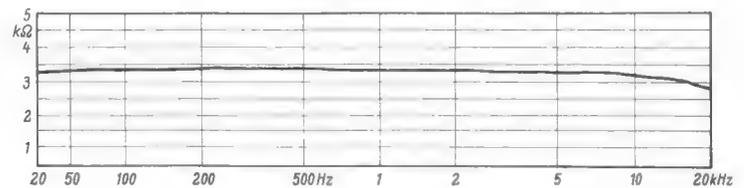
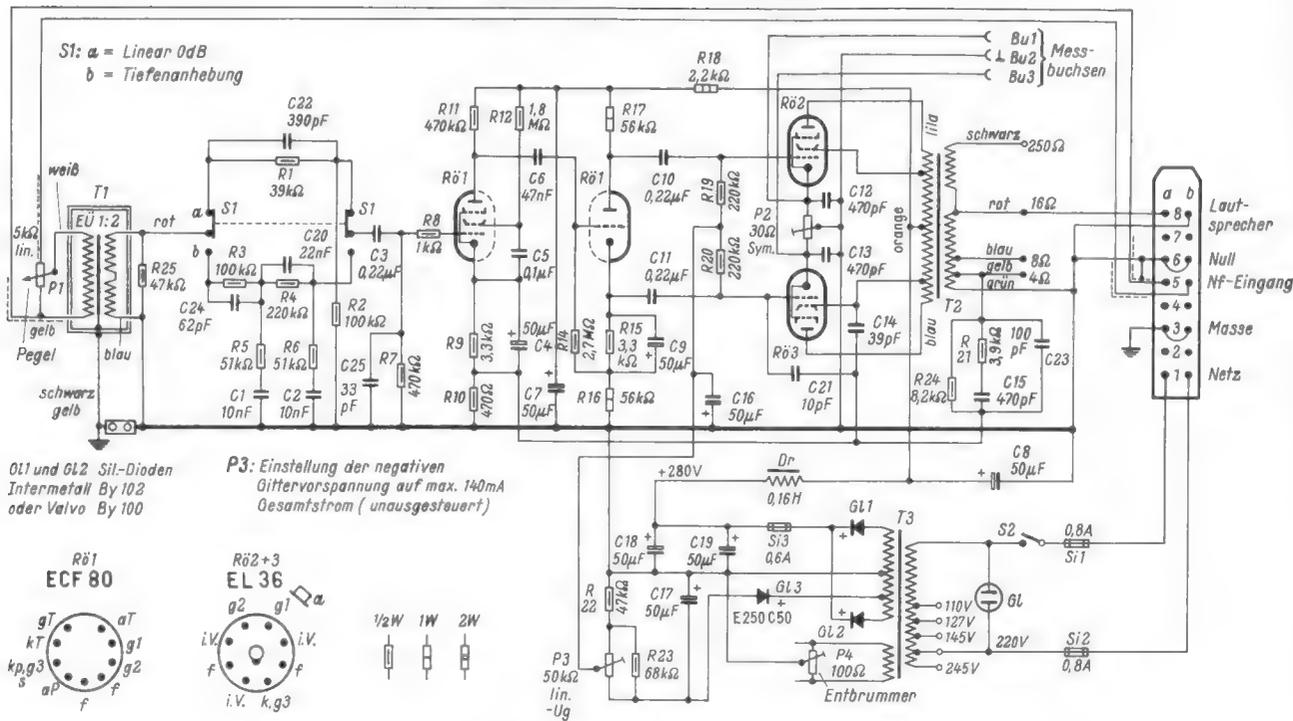

Bild 5. Verlauf des Eingangswiderstandes
Bild 8. Gesamtschaltung des Endverstärkers V 30
Bild 8. Impulsfolge, die einen Tiefpaß durchläuft. Die Konstruktion des Spannungsverlaufes erfolgt wie bei Bild 4. Im Zeitpunkt $t/T = 1,6$ ist die Spannung am Kondensator (Bild 2) noch nicht auf Null abgeklungen. Die treibende Spannung für den zweiten Ladevorgang ist: $u_i - u_c$. So berechnet sich die Amplitude für den Abszissenwert $t/T = 2$: n (für Tabelle 5 aus FtA Mth 11/2) = 2 - 1,6 = 0,4 $1 - e^{-n}$ (für $n = 0,4$) = 0,330. Dieser Wert ist mit der treibenden Spannung $u_i - u_c = 1 - 0,35 = 0,65$ zu multiplizieren und u_c hinzuzuzählen $0,330 \times 0,65 + 0,33 = 0,545$. Da bei dem Tiefpaß nach Bild 2 der Gleichstromwert mit übertragen wird, müssen die zeitlichen Mittelwerte der Impulskurve vor und hinter dem Tiefpaß im eingeschwungenen Zustand einander gleich sein. Wie Bild 8 zeigt, ist diese Bedingung erfüllt. Schon nach dem dritten Impuls sind die beiden schraffierten Flächen - oberhalb und unterhalb des Gleichstrommittelwertes einander fast gleich.
$e^{-n} = 0,905$, multipliziert mit 0,82 gibt 0,74. Man erkennt den Unterschied zu Bild 8. Bei Bild 10 wird der Gleichstromwert nicht mit übertragen. Vor dem Hochpaß schwankt die Impulskurve um den Gleichstrommittelwert 0,5. Nach Durchlaufen des Hochpasses pendelt die Spannung um die Nullachse. Ungefähr nach dem sechsten Impuls ist der eingeschwungene Zustand erreicht. Die beiden schraffierten Flächen oberhalb und unterhalb der x-Achse sind annähernd einander gleich.
Nach Bild 5 gilt:
Den Stromlaufplan des Endverstärkers V 30 zeigt Bild 8. Entsprechend den Forderungen der kommerziellen Technik weist er einen symmetrischen Eingang auf. Um einen möglichst linearen Verlauf des Eingangsscheinwiderstandes zu erhalten (siehe Bild 5), ist die Sekundärseite des Eingangsübertragers mit dem Widerstand R 25 belastet. Zwischen dem Eingangsübertrager und der Eingangsrohre sind die Schaltglieder für die Tiefenanhebung angeordnet. Um bei eingeschalteter Tiefenanhebung (Schalter S 1 steht auf b) und gleichzeitig maximalem Eingangspegel eine Übersteuerung des Verstärkers mit Sicherheit zu vermeiden, ist diese Schaltung so ausgelegt worden, daß der Pegel für die Frequenzen oberhalb 800 Hz um den Anhebungsfaktor der Frequenz 20 Hz abgesenkt wird (siehe Bild 6, Kurve a₂).
Als Beispiel sei im folgenden die Schaltung einer großen Gitterbasis-Linear-Endstufe aus den USA (Heathkit HA 10) beschrieben (Bild 5). Die maximale Gleichstromeingangsleistung beträgt bei Telegrafie (CW) und Einseitenbandbetrieb (SSB) 1 000 W und bei AM-Telefonie 400 W. Als erforderliche Steuerleistung werden 50 bis 75 W je nach Frequenz angegeben. Diese
Bild 5. Die Schaltung der 1000-W-Gitterbasis-Linear-Endstufe Warrior (Heathkit HA 10). Der Schalter S 1 gestattet das Umschalten von 10-m bis zum 80-m-Band; der Schalter S 2 legt den Hf-Ausgang bzw. verschiedene Versorgungsspannungen an das Instrument